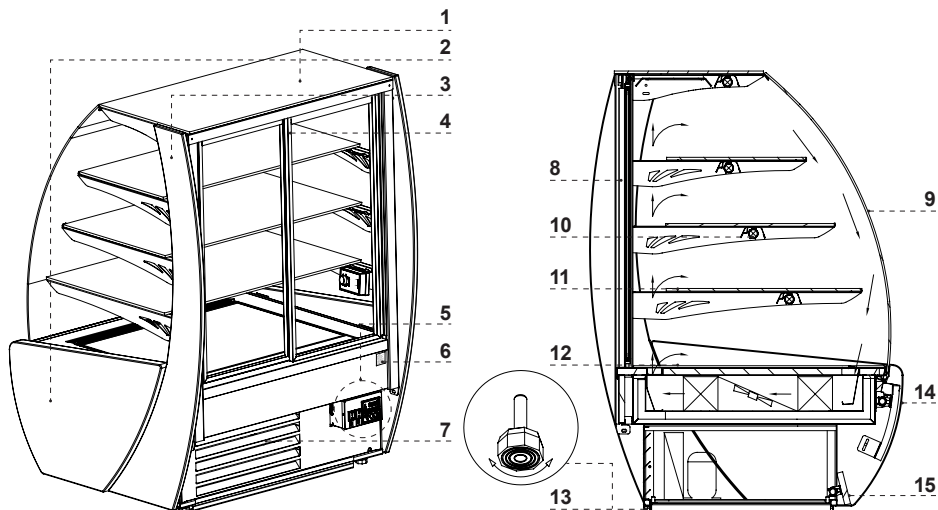

Рис.1 Конструкция устройства
- Оборудование установить на ровном и достаточно твердом основании, а затем выровнять при помощи ножек Рис.1/13 (стр.44).